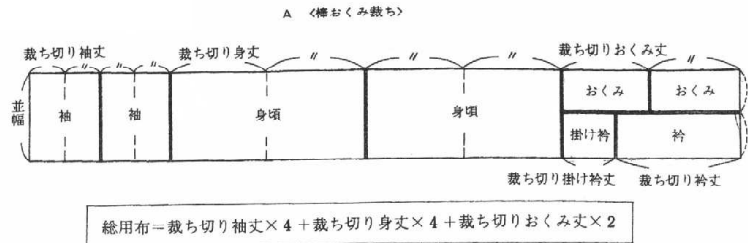

図2 裁ち方
等の各部をたたんで、必要なところを切る(図2を参照)。②背縫い、繰り越しを縫う。③脇縫いをしておくみをつける。④襟を縫い付ける。⑤袖を付ける」と進行していくのだが、図と名称と用意